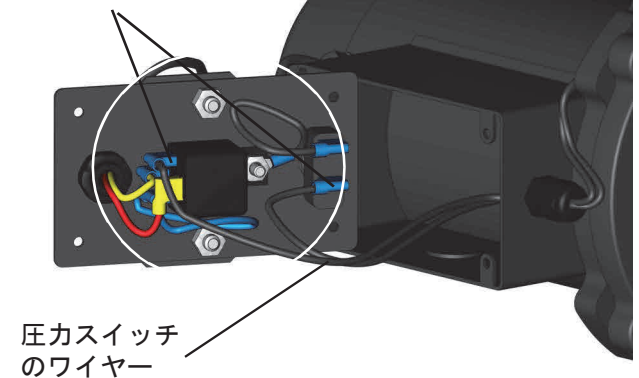

図 12
6. 端子箱カバーを上方向に軽く引っ張り、端子箱から取り外します（図 12）。
8. トグルスイッチとリレー端子から、圧カスイッチのワイヤーを取り外します（図 12）。